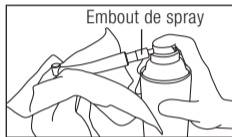

Fig. 21
- ③ Insérez l'embout de spray à l'arrière de la pièce à main, en tenant la tête de cette dernière avec un chiffon, etc. (Fig. 21).